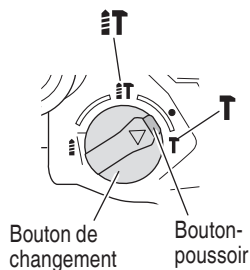

Fig. 20
- (1) Installer la pointe de broyage ou le burin.
- (2) Appuyer sur le bouton-poussoir et placer le bouton de changement au milieu du repère **⚡** et du repère **T** (Fig. 20).